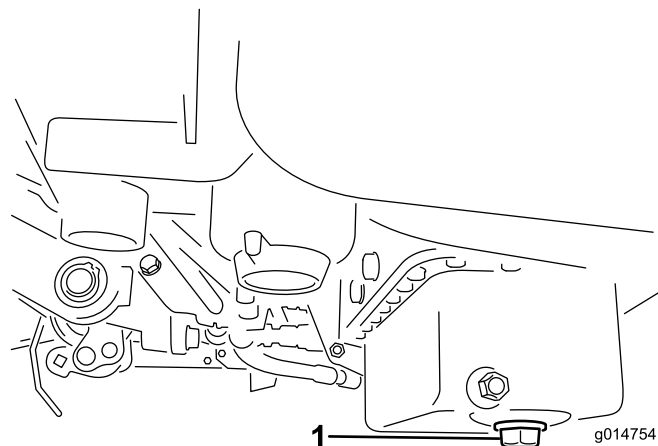

図 42
1. ドレン・プラグを外してオイルを容器に受ける。オイルが抜けたらドレン・プラグを取り付ける（図 42）。